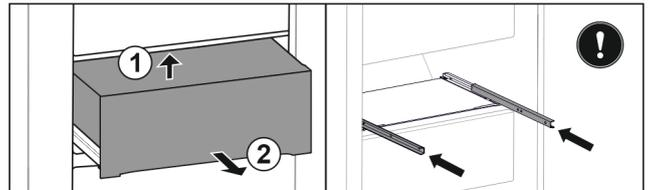

Fig. 52
- ▶ Schubfach von unten hinten anheben. Fig. 52 (1)
- ▶ Schubfach nach vorne entnehmen. Fig. 52 (2)